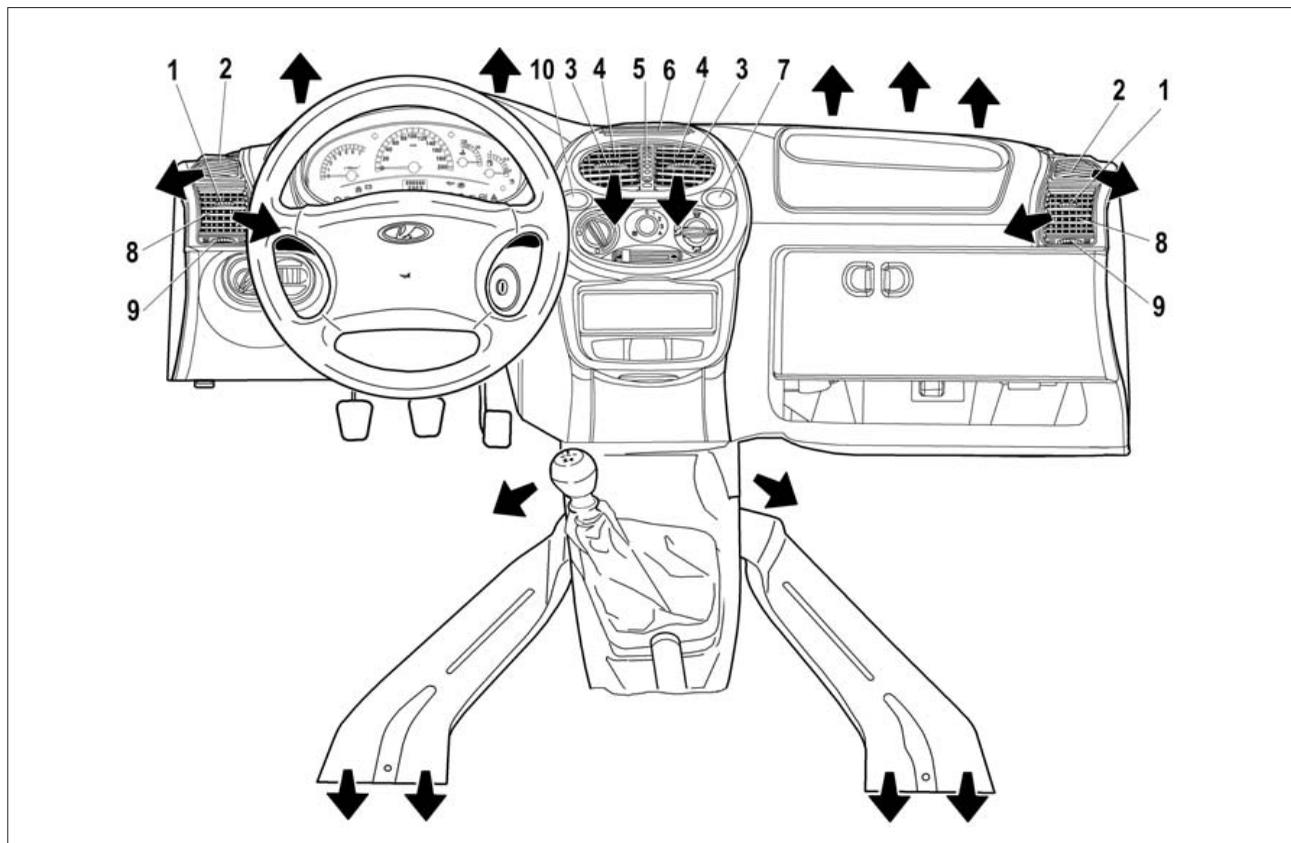

Рис. 40. Органы управления вентиляцией
Рычагами 9 и 5 (рис. 40) привода заслонок регулируется интенсивность подачи воздуха через боковые 8 и центральные 4 сопла путем изменения положения заслонок вплоть до полного их закрытия. А **рычагами 1 и 3** направляющих лопаток боковых и центральных сопел меняется направление воздушного потока.
– **сопла 4 и 8** (см. рис. 40) открыть, повернув соответственно рычаг 5 на центральном сопле вниз, а рычаг 9 вправо на левом боковом сопле и влево на правом боковом сопле;
4. Нажмите на клавишу выключателя кондиционера 10 (см. рис. 40).
В положении  рукоятки 4 хотя бы одно из сопел 4 и 8 (см. рис. 40) должно быть открытым, иначе теплообменник охлаждения воздуха (испаритель) может обледенеть и перекрыть подачу воздуха в салон.
2. Включите кондиционер, нажав на клавишу выключателя кондиционера 10 (см. рис. 40).